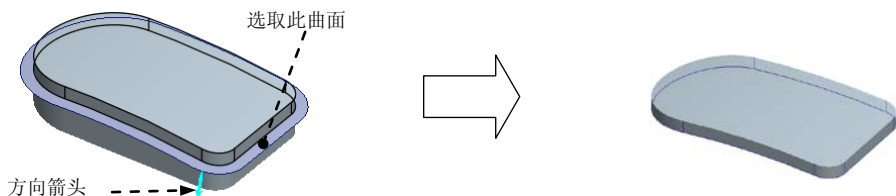

图 6.6.19 创建实体化特征
(1) 选取图 6.6.19 中的曲面为实体化曲面对象。
(2) 单击 **模型** 功能选项卡 **编辑** 区域中的  按钮，并按下“移除材料”按钮 .
(3) 确定要保留的实体。单击调整图形区中的箭头使其指向要去除的实体，如图 6.6.19 所示。
(4) 单击“完成”按钮 ，完成实体化操作。